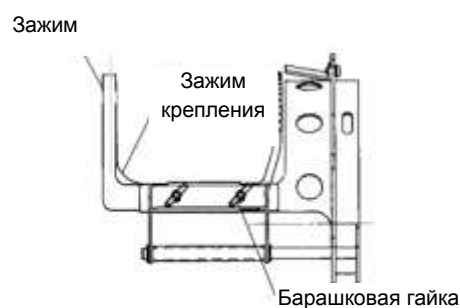

Рисунок 2
2. Отрегулируйте зажим в соответствии с положением зажима крепления. (Рисунок 2)